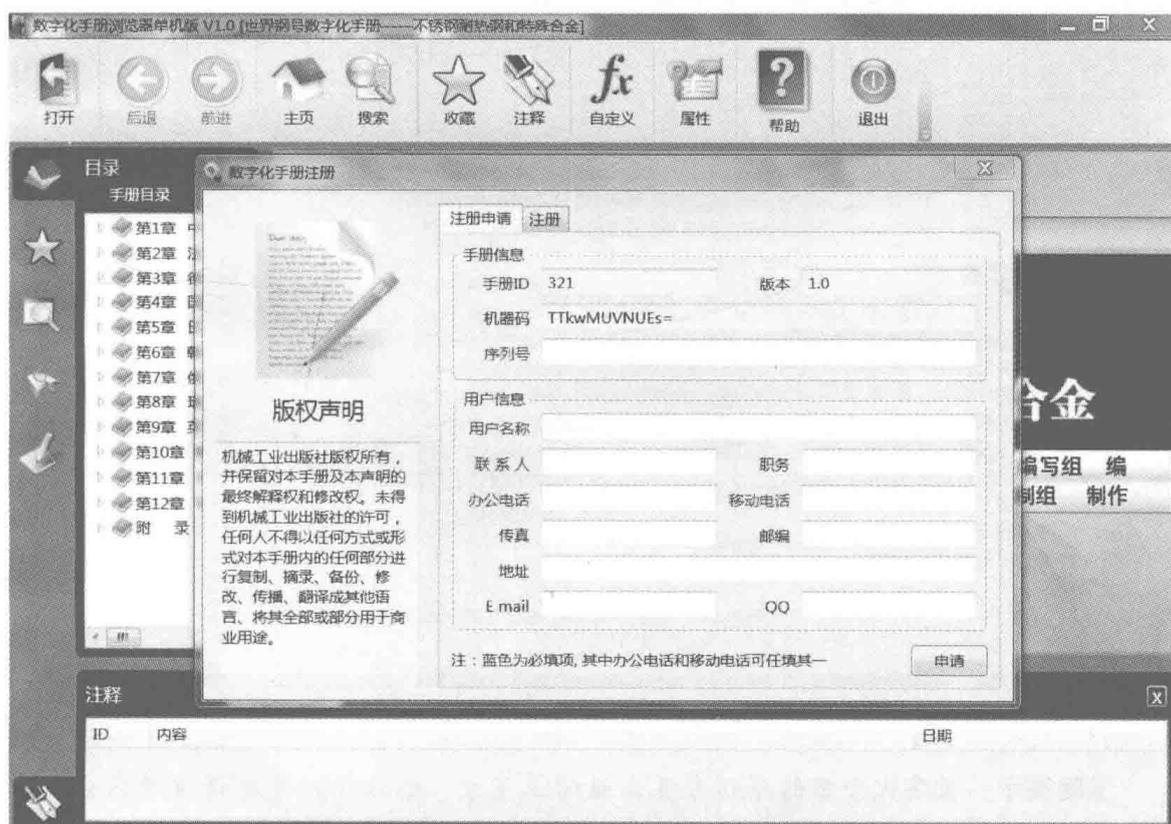

图 1-10 “数字化手册注册”对话框
当用户第一次打开数字化手册时，软件系统将自动弹出图 1-10 所示的“数字化手册注册”对话框，要求用户完成注册并取得合法使用数字化手册的权利。只有在完成注册和取得授权后，用户才能正常使用数字化手册。
1) 当用户收到客服人员发送的手册授权文件(文件扩展名为.lic)后,运行数字化手册,在系统自动弹出的“数字化手册注册”对话框(见图1-10)(如果该窗口被关闭,用户可单击工具栏上的“属性”按钮,在弹出的“属性”对话框中,单击“授权”选项卡,根据系统提示单击“立即注册”按钮重新打开“数字化手册注册”对话框)中,单击“注册”选项卡,然后单击“加载授权文件”按钮,加载授权文件(见图1-12),再单击右下方的“注册”按钮,完成数字化手册的注册。